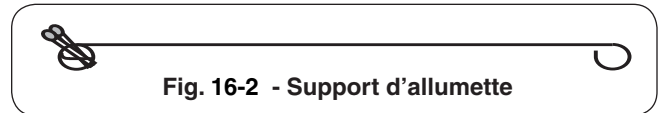

Fig. 16-2 - Support d'allumette
2. Insérez un allumeur brûlant de butane de long-baril, une allumette brûlante de long-tige, ou une allumette brûlante tenue par un support de prolongation de fil (Fig. 16-2) par les grilles à cuire au brûleur (Fig. 16-3). Pour des backburners, tenez la flamme contre le matériel perforé du brûleur arrière. Pour des sideburners, tenez la flamme contre le brûleur.